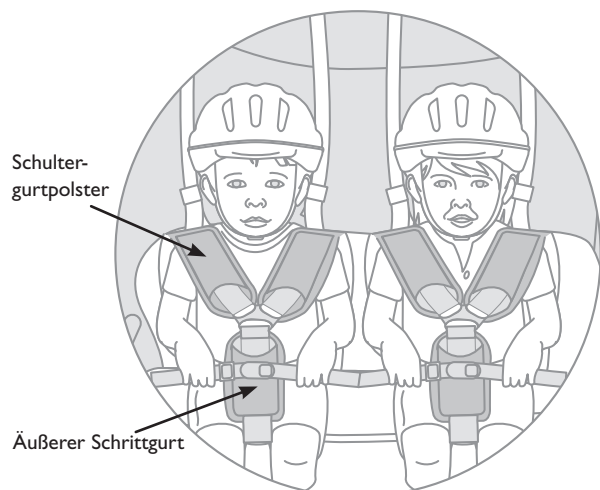

Abbildung 36
Beim Transport von zwei Kindern kommen beide Schulter- und Schrittgurtsysteme zum Einsatz (s. Abbildung 36). Vielleicht ist Ihr Anhänger auf den Transport eines einzelnen Kindes eingestellt. Bauen Sie in diesem Fall das Gurtsystem zuerst um, indem Sie die im vorigen Abschnitt beschriebenen Arbeitsschritte korrekt in umgekehrter Reihenfolge durchführen.
3. Rasten Sie die Schultergurte im Y-Gurtschloss des Schrittgurts ein. Das Gurtschloss muss so eingestellt sein, dass es über dem Brustbein des Kindes zu liegen kommt (s. Abbildung 36).
6. Legen Sie jedem Kind einzeln den Beckengurt an (s. Abbildung 36), indem Sie Außen- und Innenteil der jeweiligen Gurteinheit verwenden.